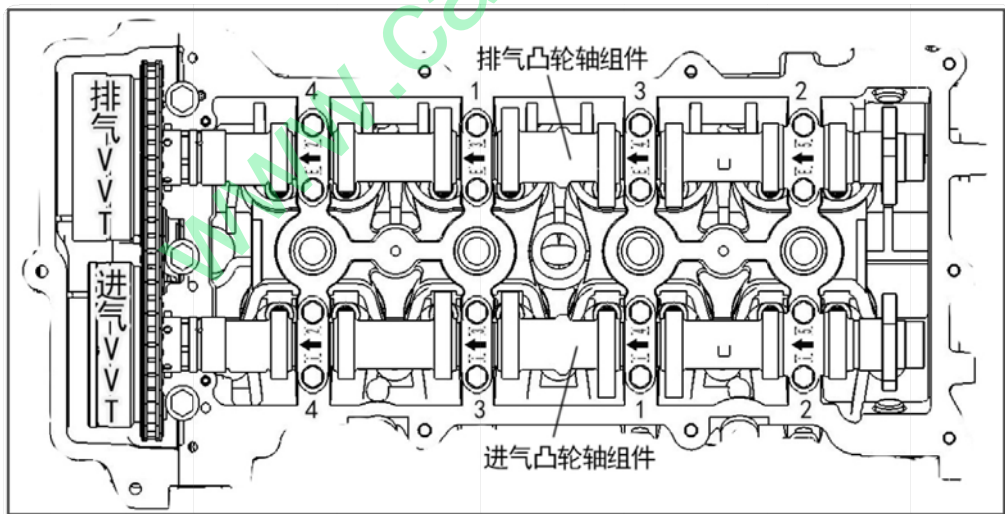

图 10-53
4) 参见图 10-53 所示顺序, 分几次均匀地拧紧。力矩: $12 \pm 1 \text{ N.m}$ 。
d) 按图 10-53 所示顺序，分几次均匀地紧轴承盖螺栓。力矩： $12 \pm 1\text{N.m}$ 。